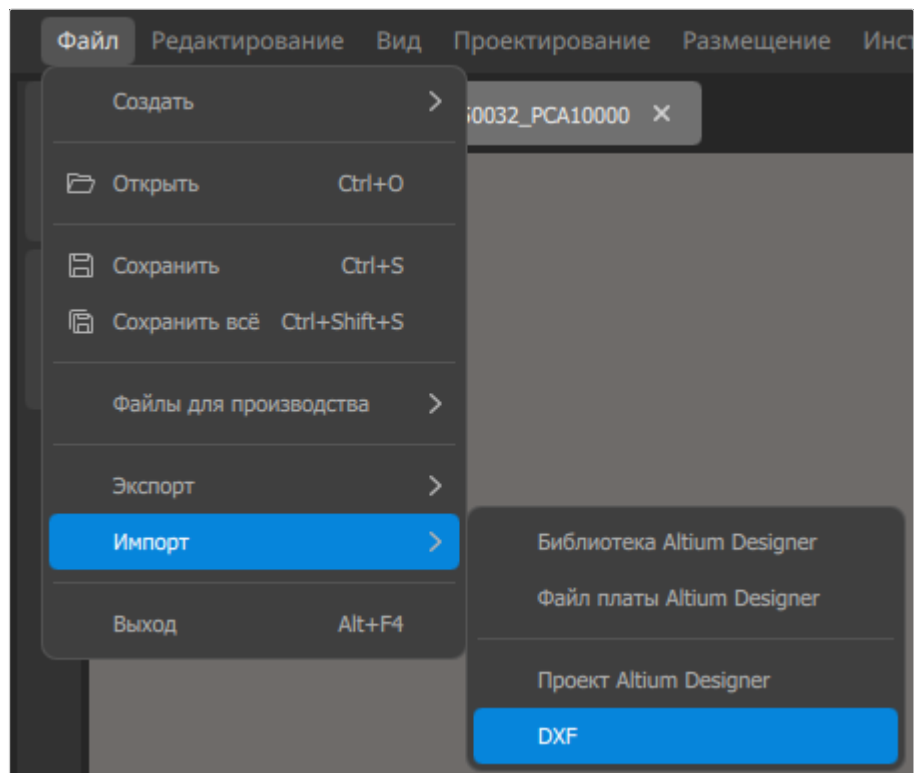

Рисунок 159. Меню «Файл» → «Импорт» → DXF
- 2) Вызвать команду меню «Файл» → «Импорт» → DXF (см. рисунок 159).